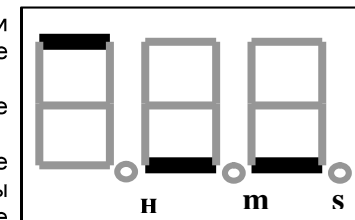

Рис. 6
- выходной ток полностью отключится (светится верхний левый светодиод и два внизу) – рис. 6.